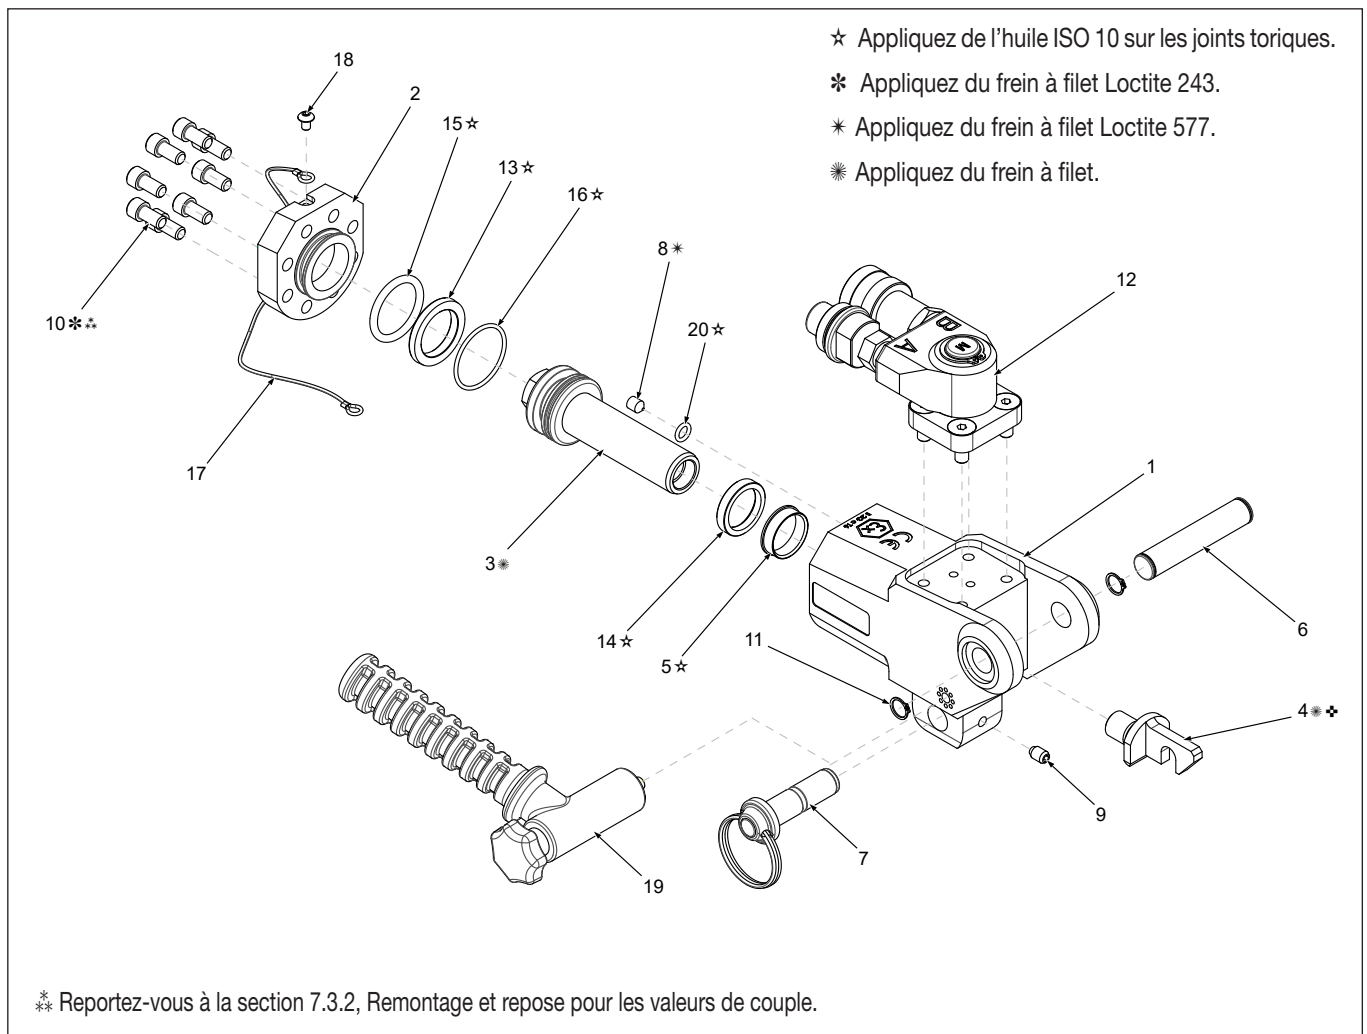

Figure 19 : Vue éclatée de la clé HMT
- Installez des joints toriques neufs (D) dans les rainures du potelet de raccord tournant (E).
- Enduisez les joints toriques (D) d'un peu de graisse silicone. Faites ensuite délicatement glisser le montage du raccord tournant (B) sur le potelet (E).
- Remettez la bague de retenue (A) en place.
7.3.2 Unité de commande HMT (figure 19)
- Maintenez fermement le corps de l'unité de commande (1). Retirez la goupille de fixation inférieure (11) et la vis à embout sphérique (9) de l'unité de commande et séparez la cassette de l'unité de commande.
- Dévissez la vis d'assemblage à tête ronde creuse (18) du capuchon arrière (2) et retirez la lanière de la goupille de fixation inférieure (17).
- Retirez les bagues de retenue (11) et la goupille de fixation supérieure (6).
- Dévissez les huit vis d'assemblage à tête ronde creuse (10) et retirez le capuchon arrière (2) et le joint torique du capuchon arrière (15).
- Dévissez et retirez la rotule (4) de la partie avant du corps de l'unité de commande tout en maintenant la tige de piston (3) à l'aide d'une clé plate pour éviter la rotation.
- Retirez la tige de piston (3), les joints, les joints toriques et la douille (13, 16, 14, 5) du corps de l'unité de commande.
- Retirez la vis sans tête (8) et le joint torique (20).
AVIS Veillez à ce que la roue à cliquet, la plaque d'entraînement, le cliquet, le ressort du cliquet, le carré conducteur, les bouchons et les ressorts de compression soient correctement installés, dans l'ordre inverse de la dépose. Une mauvaise réinstallation endommagerait les composants. Reportez-vous aux figures 19 et 20.